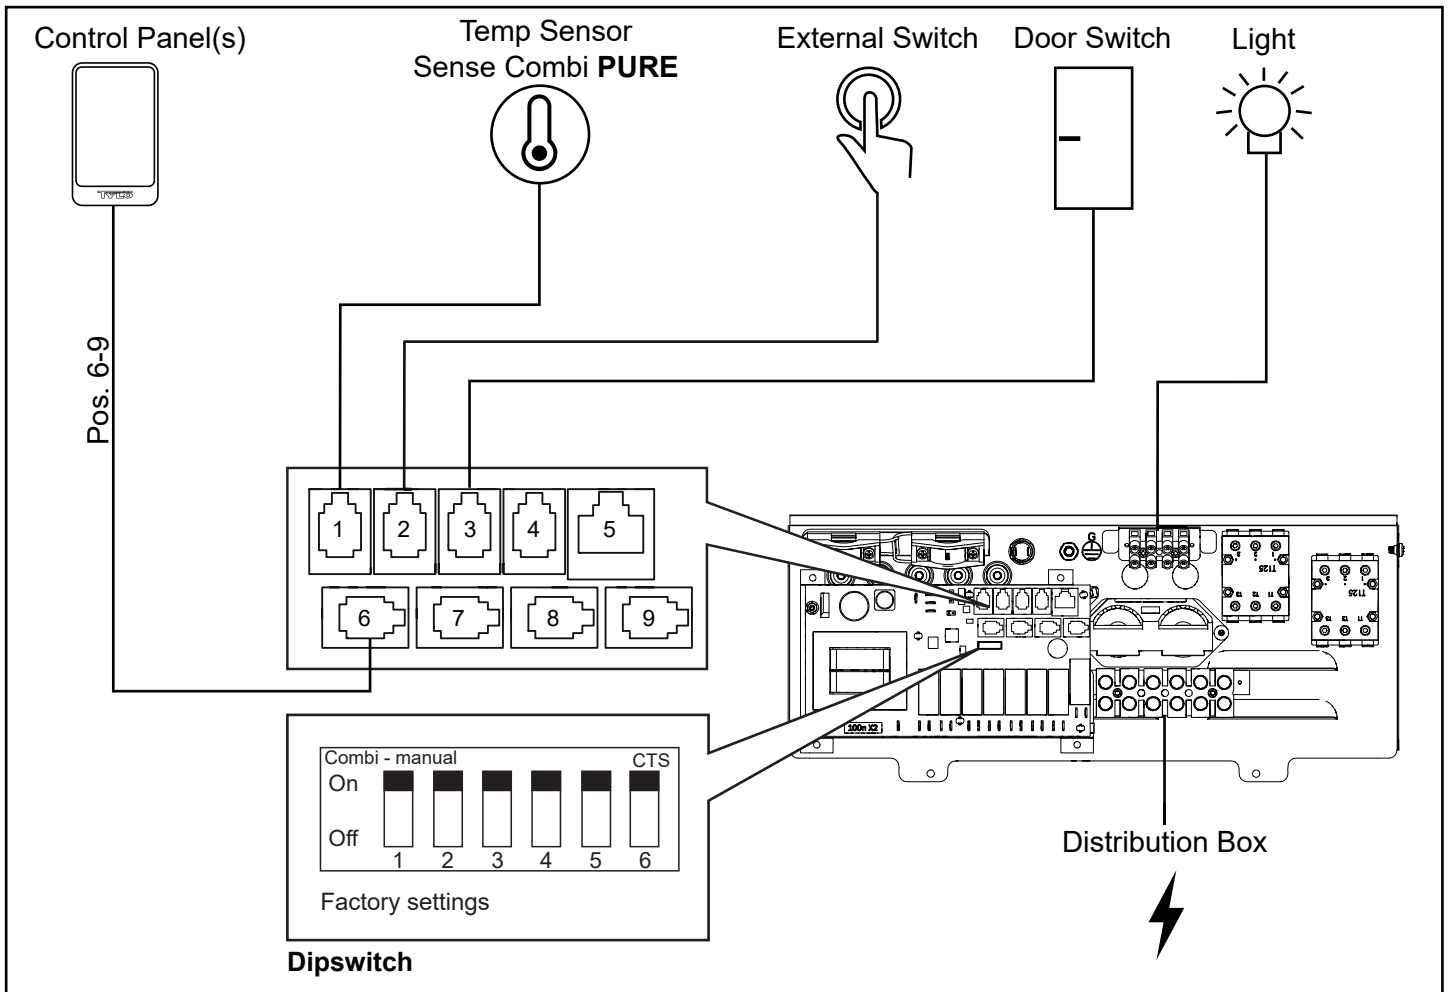

Figure 20. Schéma d'installation Sense Combi Pure
6. **Combi Pure** : Raccordez le câble du capteur au contact NTC sur le circuit imprimé (position 1) (voir figure 20).